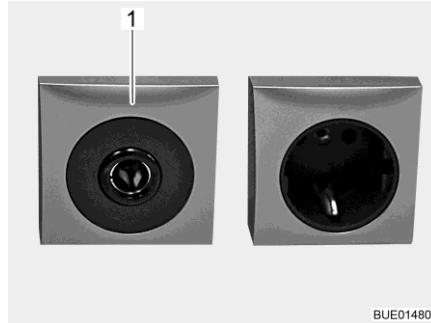

Fig. 180 Presa 12 V/10 A
- ▷ Alle prese (Fig. 180,1) della rete di bordo a 12 V, connettere solo apparecchi funzionanti al massimo a 10 A.